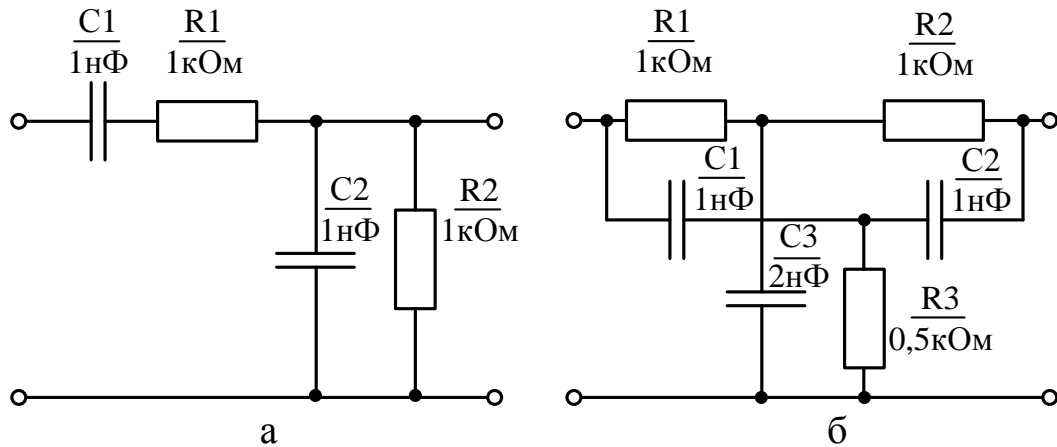

Рис. 1.4. Схемы полосно-пропускающего (а) и полосно-заграждающего (б) фильтров
6) Составить схему полосно-пропускающего фильтра (ППФ) (рис. 1.4, а). С помощью Боде-плоттера определить логарифмические амплитудно- и фазочастотные (ЛАЧХ и ЛФЧХ) характеристики цепи. По графику ЛАЧХ определить центральную частоту пропускания f_0 .
8) Составить схему полосно-заграждающего фильтра (ПЗФ) (рис. 1.4, б). С помощью Боде-плоттера определить логарифмические амплитудно- и фазочастотные (ЛАЧХ и ЛФЧХ) характеристики цепи. По графику ЛАЧХ определить центральную частоту подавления f_0 .